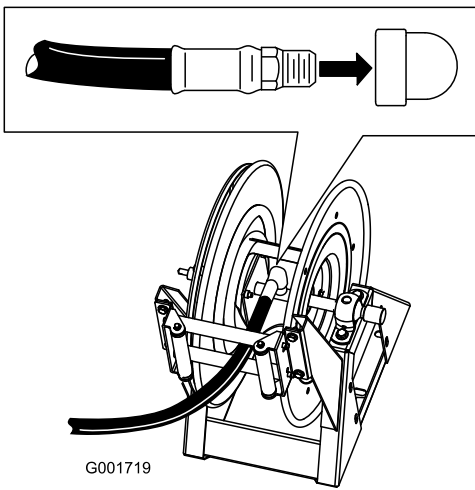

Figura 14
1. Envuelva con cinta Teflon® las roscas del acoplamiento de la manguera larga e instale el acoplamiento en el tubo conector del carrete (Figura 14).